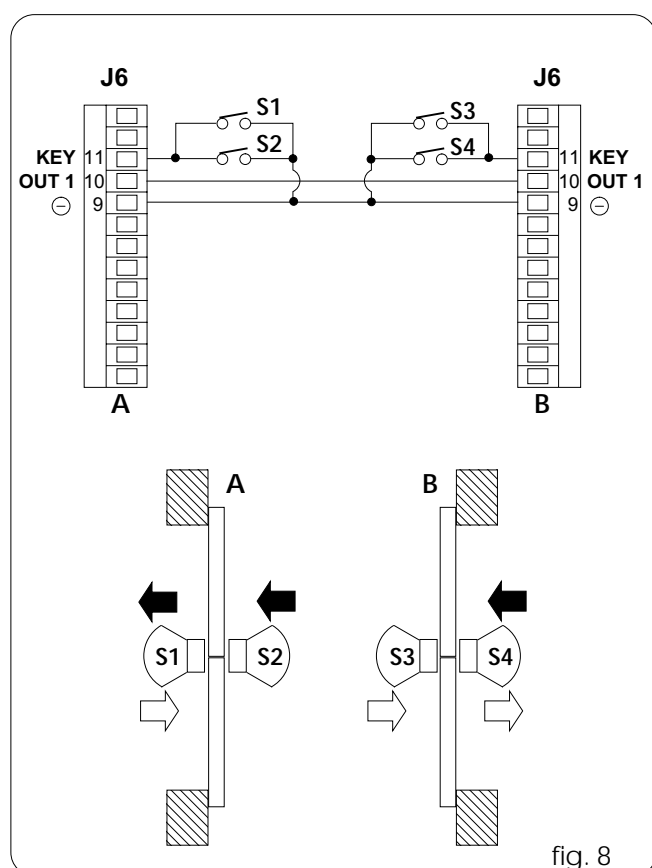

fig. 8
- Réaliser les connexions entre les borniers J6 des deux cartes 940SDM, et des détecteurs d'après la fig. 8.